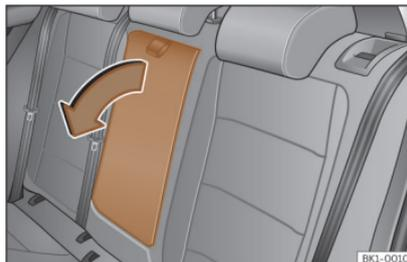

Fig. 79 Reposabrazos central trasero abatible (representación esquemática).
- Para *bajar* el reposabrazos, tire del lazo en el sentido de la flecha»» **fig. 79**